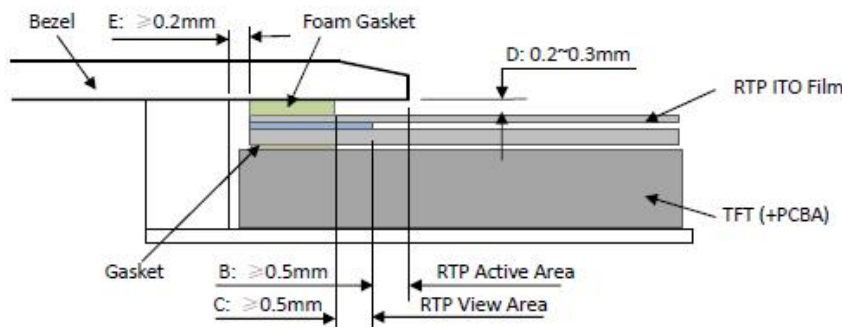

Figure 4
- It should bezel touching the RTP Active Area (A.A.) to prevent abnormal touch. It should left gap $D=0.2\sim 0.3\text{mm}$ in between. (Figure 4)
- 为避免面框直接压在动作区 (A.A.) 上造成误动作，面框与电阻触摸屏 (RTP) 之间应留有一定的空隙 $D=0.2\sim 0.3\text{mm}$ 之间。（附图 4）
$C \geq 0.50\text{mm}$. (Figure 4)
- The bezel side wall should keep space $E = 0.2 \sim 0.3\text{mm}$ from the RTP. (Figure 4)
设计面框应覆盖动作区的边缘，面框边缘到 V. A. 区的距离 $B \geq 0.50\text{mm}$ ；垫圈内边缘到 V. A. 区的距离 $C \geq 0.50\text{mm}$ 。（附图 4）
在设计面框与 RTP 组装时，应考虑到面框内侧与 RTP 外侧的间距 $E \geq 0.2\text{mm}$ 。（附图 4）